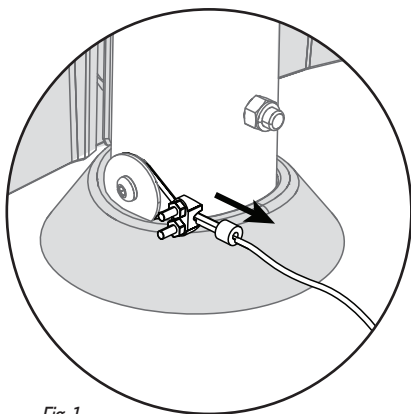
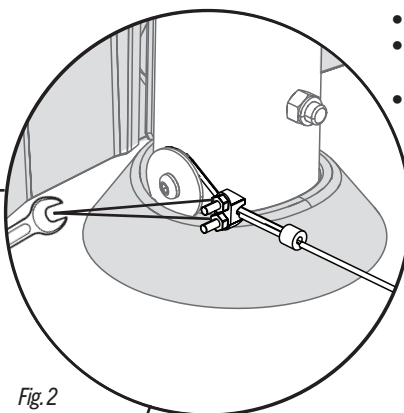
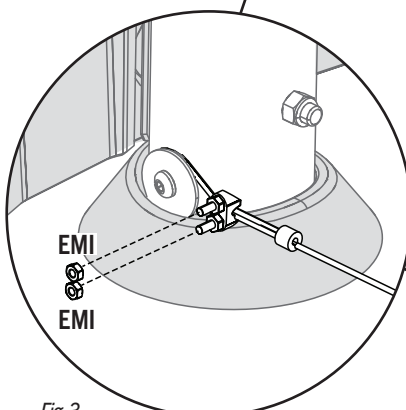

Fig. 1
Fig. 2
Fig. 3
- Now, remove any slack in the cable (**Fig. 1**), then tighten the nuts already on the cable as shown (**Fig. 2**). Secure two additional sets of **nuts (EMI)** (**Fig. 3, 4**) to the cable to cover any exposed threads.
- Maintenant, éliminer tout jeu du câble (**Fig. 1**), ensuite serrer bien les écrous qui sont déjà sur le câble comme illustré (**Fig. 2**). Attacher deux jeux d'écrous (**EMI**) (**Fig. 3, 4**) supplémentaires au câble pour couvrir du filetage exposé.
- Ahora, eliminar cualquier holgura en el cable (**Fig. 1**) y, a continuación, apretar las tuercas ya en el cable como se muestra (**Fig. 2**). Fijar dos juegos de **tuercas (EMI)** adicionales (**Fig. 3, 4**) al cable para cubrir todo tipo de roscas expuestas.